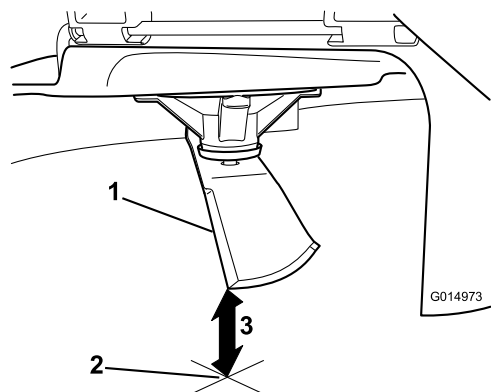

Figure 61
5. Mesurez la distance entre la pointe de la lame et la surface plane (Figure 61).